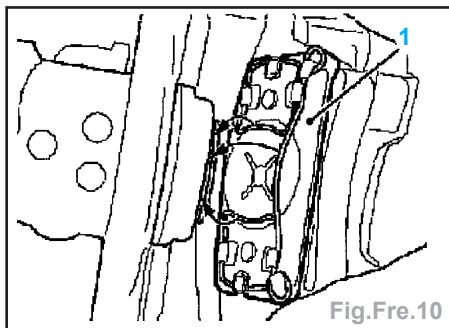

Fig.Fre.10
- Veiller à ce que les ressorts de retenue de la plaquette intérieure (flèches) soient correctement logés dans la rainure de piston (Fig.Fre.10).